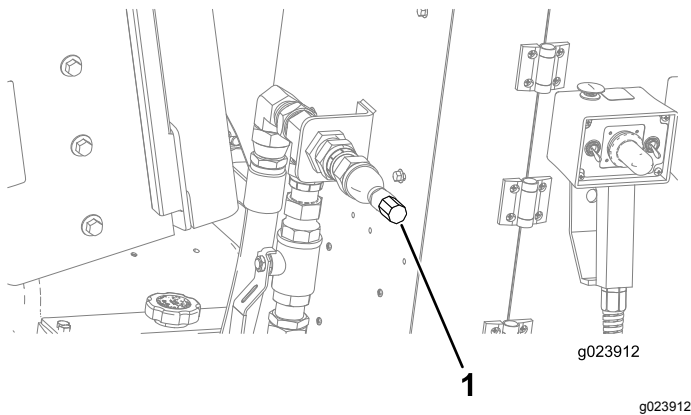

**Bild 136**
5. Verbinden Sie den Sprühschlauch mit dem Anschluss (Bild 136).